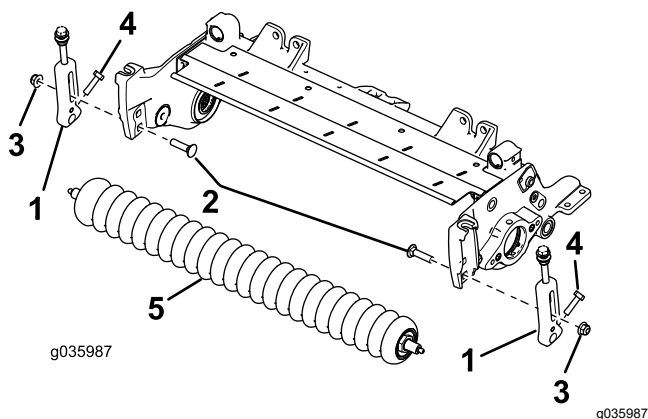

Рисунок 4
- Выверните каретные болты и контргайки, которые крепят кронштейны высоты скашивания (НОС) к боковым пластинам режущего блока (Рисунок 4).
7. Ослабьте винты крепления кронштейнов высоты скашивания к валу переднего валика (Рисунок 4).
8. Снимите имеющиеся кронштейны высоты скашивания и передний валик с боковых пластин режущего блока (Рисунок 4).